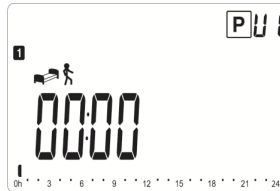

Fig. 21
- 4) Apăsați tasta (OK) timp de 1 sec;
- 5) Apăsați (OK) pentru a confirma alegerea; va fi afișat ecranul din Fig. 21.